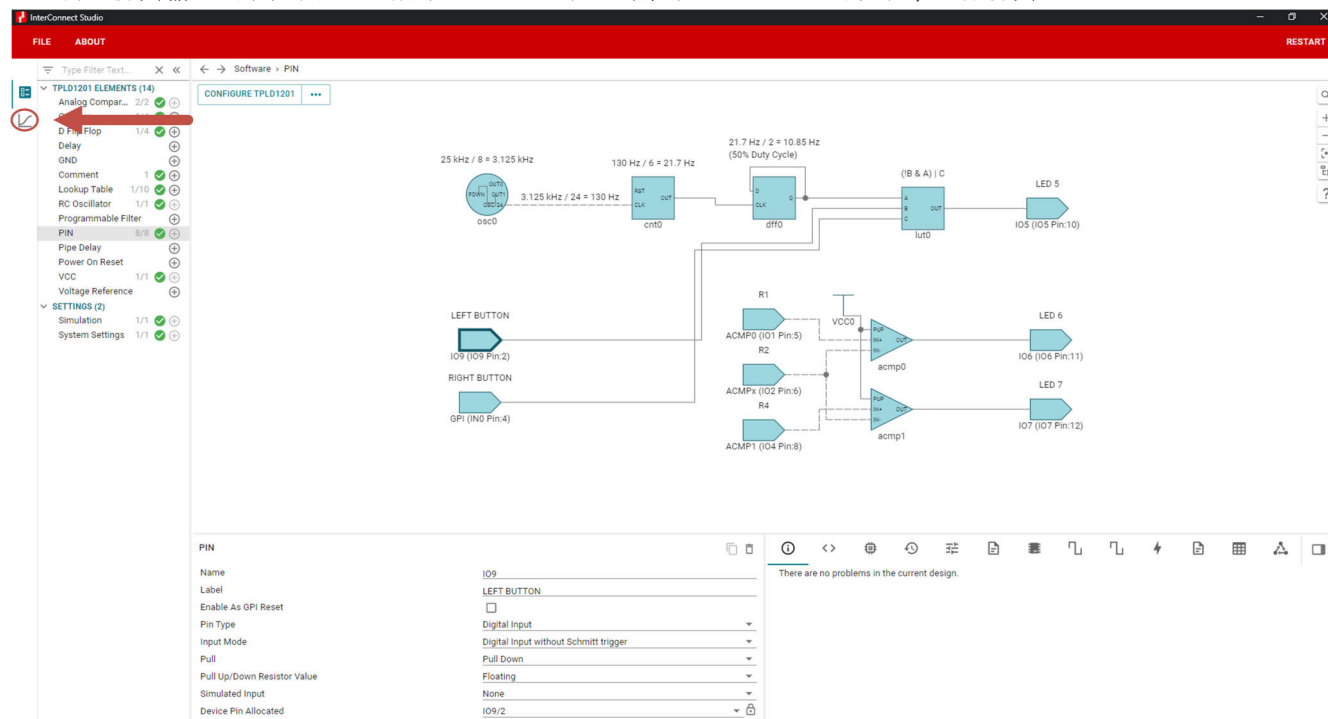

图 2-13. 运行仿真
3. 调整仿真输入选项如图 2-13 所示。通过点击左上角的 *Simulation* 选项卡，运行仿真。